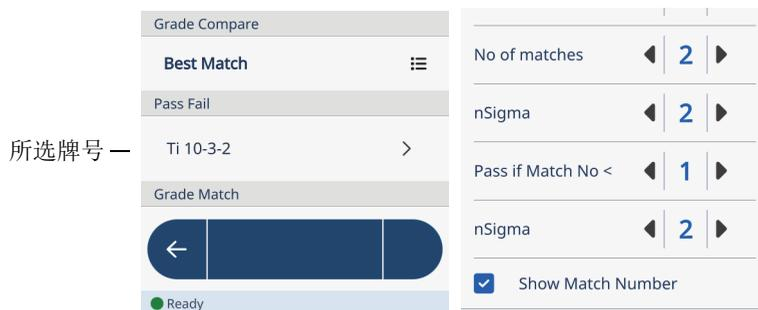

图 2-62 通过/失败参考牌号
5. 点击 **Pass if Match No <** (通过, 如果匹配编号 <) 和 **nSigma** 旁边的向左或向右箭头, 设置通过或失败的边限 (参见第76页的图 2-62)。